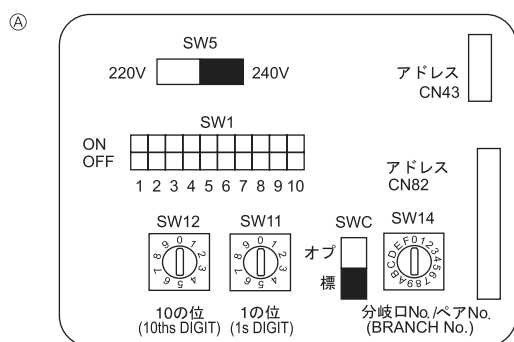

Fig. 4-4
4.5. Configuration des adresses (Fig. 4-4)
4.6. Détection de la température ambiante à l'aide du capteur intégré de la commande à distance (Fig. 4-4)